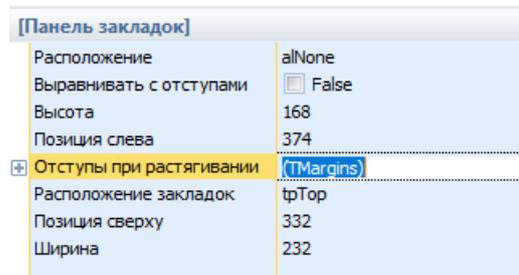

Рисунок 3.30 – Свойства компонента Панель закладок, выбрана привязка закладок к верхней границе панели закладок
– Расположение закладок – выбрать расположение закладок на панели (рисунок 3.30).